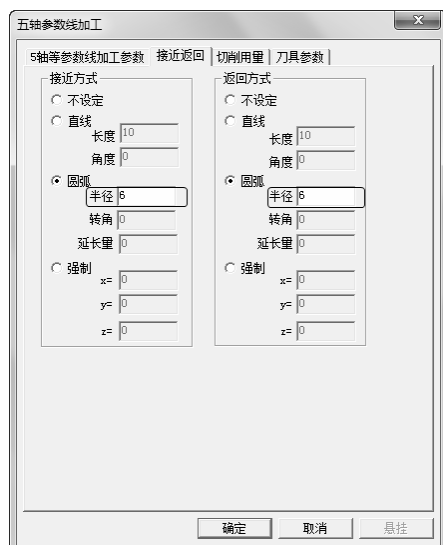

图 5-57 “接近返回”选项卡
2) 单击“接近返回”选项卡，在“接近方式”与“返回方式”中均选为“圆弧”，具体设置圆弧“半径”参数数值如图 5-57 所示。